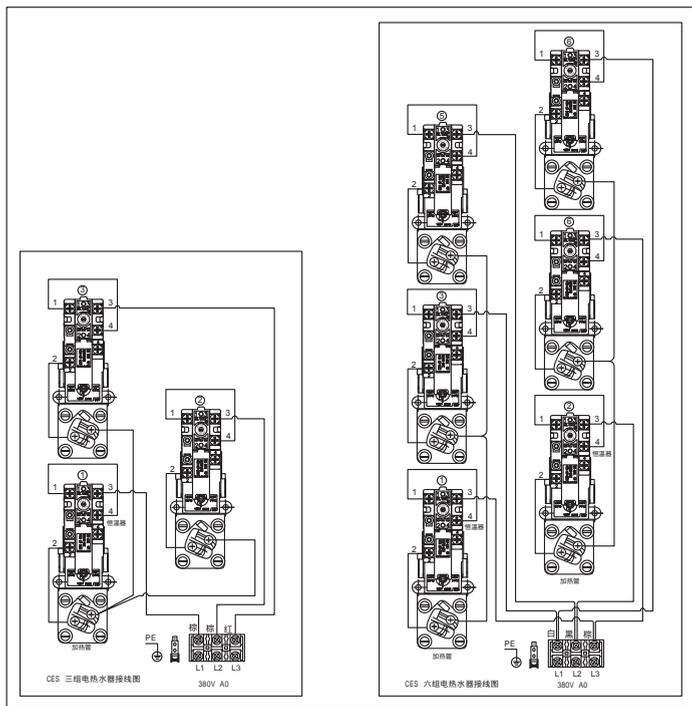

图 4
- ◆ 热水器设置有**三组或六组**加热管，电气接线如图 4 所示。安装时需要接入的是电源线，电源线应选用优质铜芯线，其规格应根据热水器的最大功率、敷设方式、环境温度等来确定。